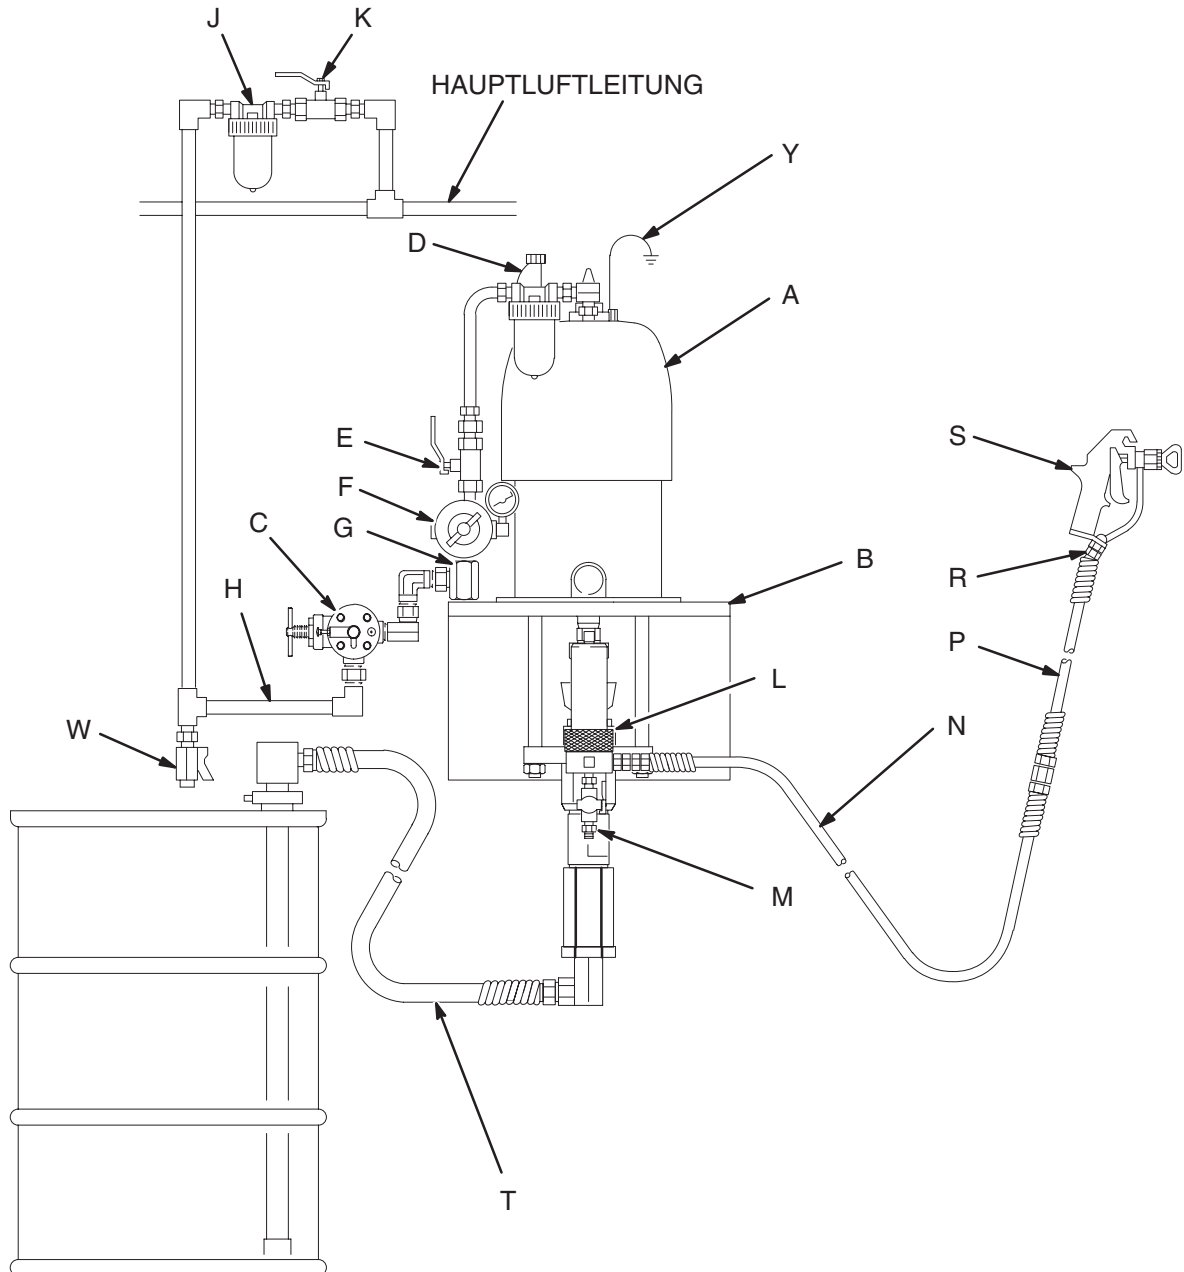

Abb. 3
Abb. 3 stellt nur eine Hilfe für die Auswahl und den Einbau von Systemkomponenten und Zubehörteilen dar. Ihr Graco-Händler hilft Ihnen gerne bei der Zusammenstellung eines Systems, das Ihren jeweiligen Anforderungen entspricht.
Die Pumpe (A) so befestigen, wie dies der geplanten Installation am besten entspricht. Abb. 3 zeigt ein System für die Wandmontage. Die Abmessungen der Pumpe sowie die Positionen der Montagebohrungen sind auf Seite 27 angegeben.
Die folgenden Zubehörteile an den in Abb. 3 gezeigten Stellen installieren und bei Bedarf Adapter verwenden:
Die folgenden Zubehörteile an den in Abb. 3 gezeigten Stellen installieren und bei Bedarf einen Adapter verwenden:
- **Einen Materialfilter (L)** mit einem 60 Mesh Element (250 Micron) aus Edelstahl zum Filtern von Partikeln aus dem Material beim Austritt aus der Pumpe.
- **Ein Abbläseventil (M)**, das in diesem System erforderlich ist, hilft beim Ablassen des Materialdrucks in Schlauch und Pistole (siehe **WARNUNG** links).
- **Eine Pistole (S)** verteilt das Material. Die in Abb. 3 gezeigte Pistole ist eine Airless Spritzpistole für Materialien mit leichter bis mittlerer Viskosität.
- **Ein Pistolendrehgelenk (R)** gibt der Pistole mehr Bewegungsfreiheit.
- **Ein Ansaugsatz (T)** ermöglicht es der Pumpe, Material aus einem Behälter anzusaugen.
1. Siehe Abb. 3. Ansaugsatz (T) mit dem Materialeinlaß der Pumpe verbinden. Rohr in das anzugsaugende Material legen.